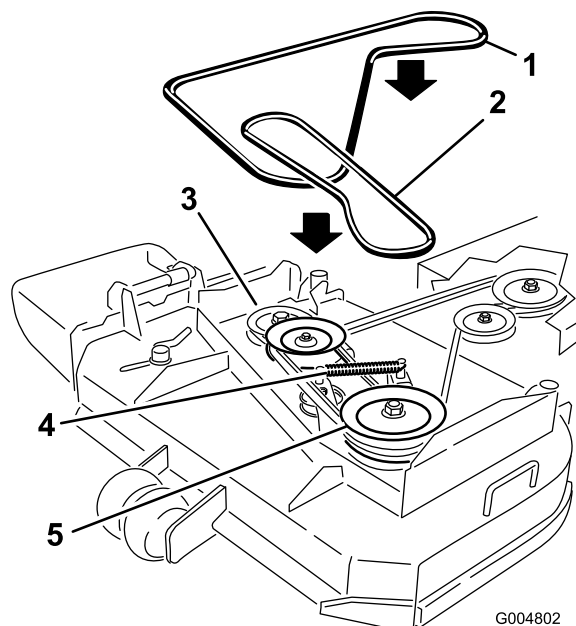

Figure 44
- Décrochez le ressort du bras de la poulie de tension pour réduire la tension sur le bras et la poulie de tension, puis enlevez la courroie usagée (Figure 44).
- Placez une courroie neuve autour des deux poulies d'axe extérieures, de la poulie de tension et dans la gorge inférieure de la poulie d'axe double (Figure 44).
- Raccrochez le ressort du bras de tension (Figure 44).
- Réglez l'écartement entre le guide et la courroie à 3 mm (Figure 44).